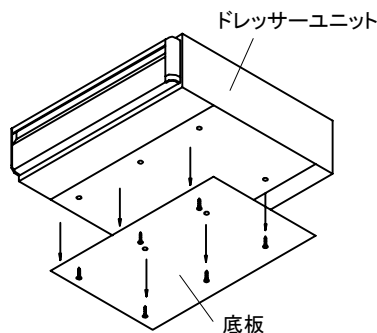

図9-4
- ①(間口120cmの場合のみ)ドレッサーユニットの底板を取り外してください。(図9-4)